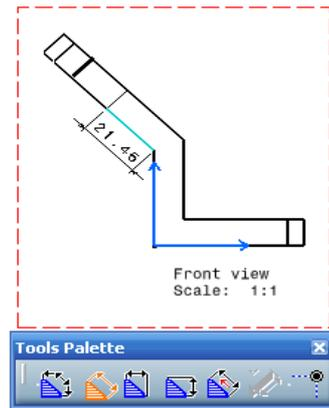

Ilustración 661: Force dimension on element.
- *Force dimension on element:* Dimensión lineal orientada según el elemento asociado (ver Ilustración 661).